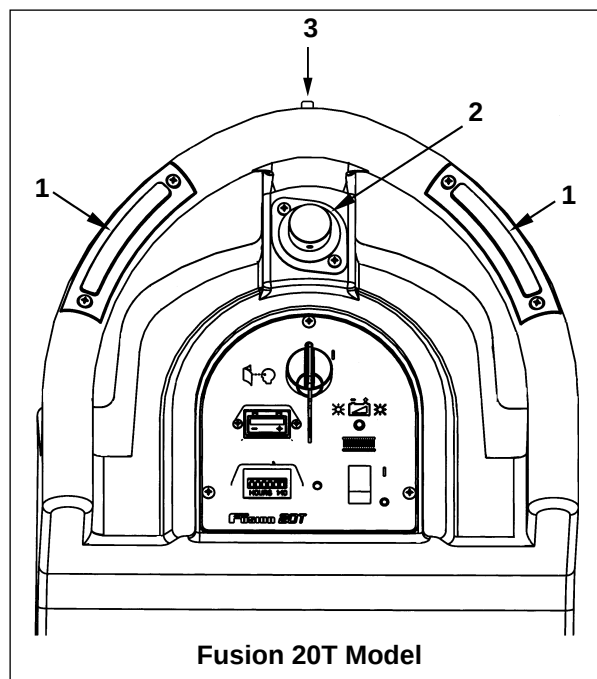

Figura 2
6. Gire el selector de velocidades hasta la posición máxima (modelo 20T sólo). Véase figura 2 (2).
7. Fusion 20T (ver figura 2) - Mientras acciona el interruptor de marcha atrás (3), accione al mismo tiempo la almohadilla / interruptor de desplazamiento (1) de la izquierda o la derecha.